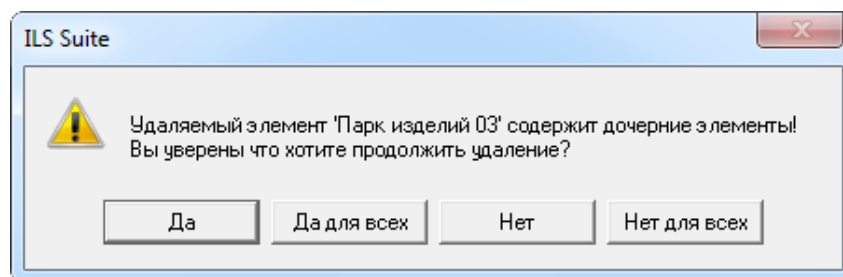

Рис. 19-8 – Сообщение о наличии в парке дочерних элементов
5) Если парк изделий не содержит элементов парка, он удаляется без вывода информационного сообщения. Если парк изделий содержит дочерние элементы, об этом сообщается в новом диалоговом окне (рис. 19-8).